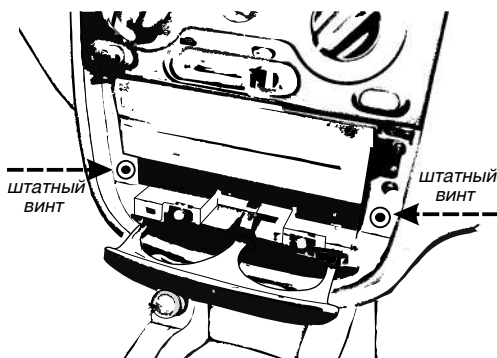

Рис. 2.18
2. Выкрутите штатные винты крепления перчаточного ящика, винты расположены по бокам от ящика, рис. 2.18.